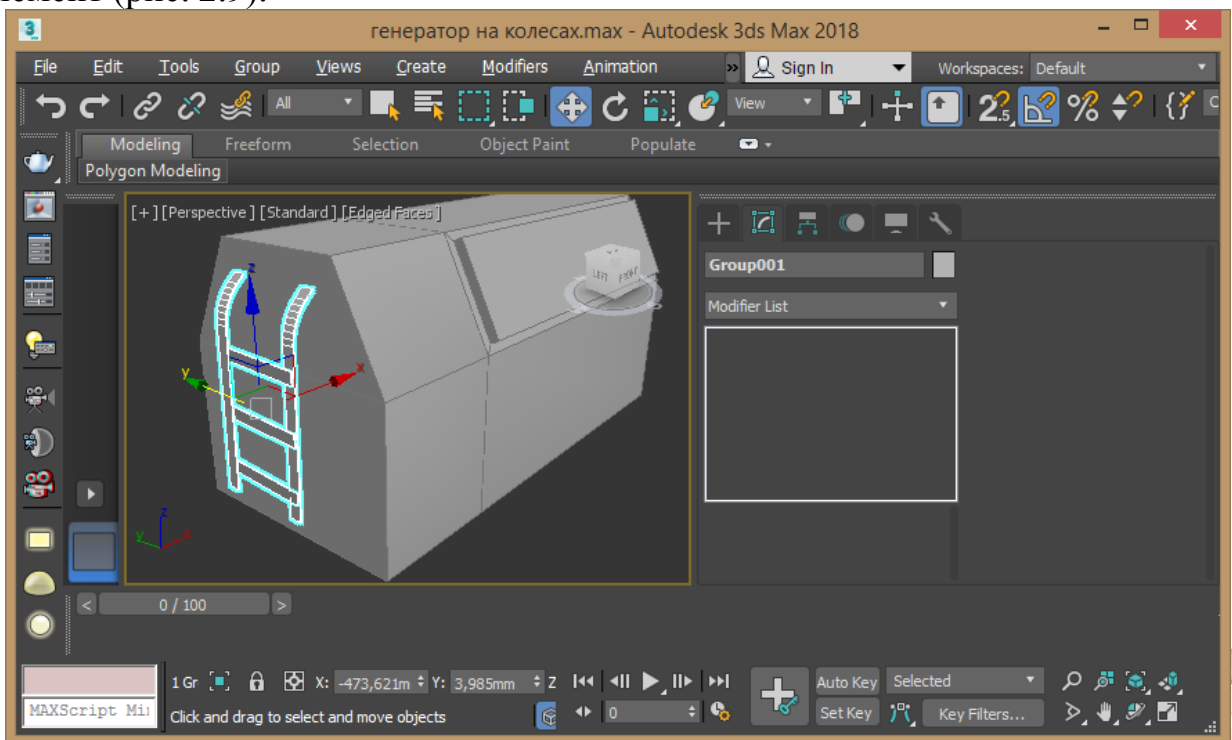

Рис. 2.9 – Побудова частини сходів
9. Згрупуйте всі частини сходів і встановіть в потрібне місце отриманий елемент (рис. 2.9).